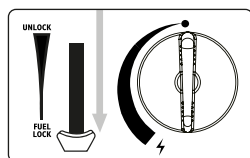
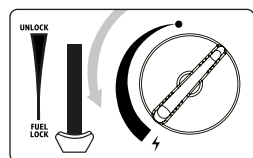

Abb. 3
Abb. 4
3. Drücken Sie den Gaskartuschenhebel (6) nach unten (Abb.3) und schließen Sie den Gaskartuschenabdeckung.
4. Wenn Sie ein „zischendes“ Geräusch hören, ist die Gaskartusche nicht richtig eingesetzt worden. Versuchen Sie nicht, das Gerät zu zünden, sondern bringen Sie den Hebel (6) in die Position „Entriegeln“ und wiederholen Sie die Schritte (1-4).
5. Drücken und drehen Sie den Bedienknopf (8) vollständig in die Zündposition, bis er einrastet (Abb.4). Wiederholen Sie diesen Vorgang, bis der Brenner zündet.